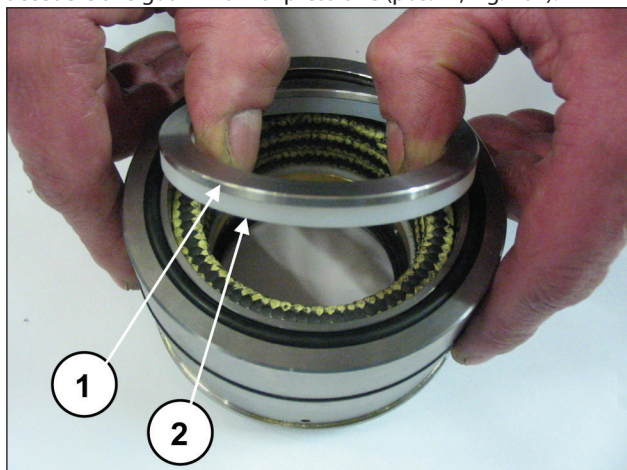
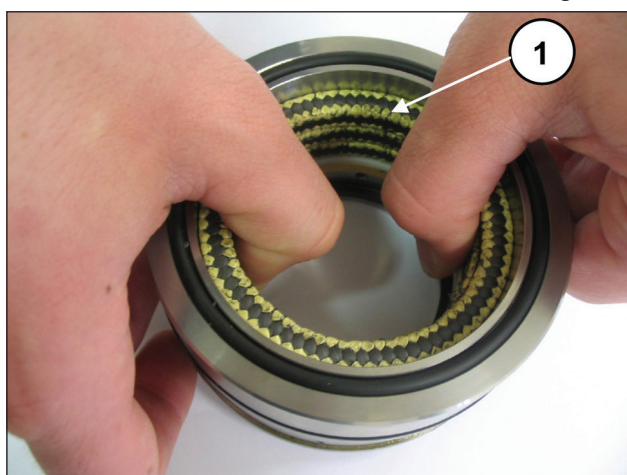

Fig. 166
Fig. 167
Separare il supporto guarnizioni dalla camicia, togliere l'anello per molla e l'anello raschiatore (pos. ①②, Fig. 166) per accedere alle guarnizioni di pressione (pos. ①, Fig. 167).